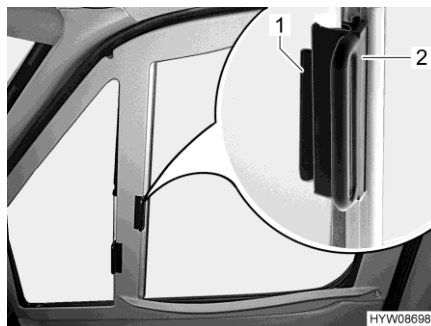

Fig. 26 Dispositif occultant plissé (fenêtre côté conducteur/passager)
- Tirer les dispositifs occultants plissés pour les fenêtres côté conducteur et côté passager par la poignée (Fig. 26,2) vers l'autre côté de la fenêtre et les rassembler au niveau de la piste magnétique.
- Pousser les dispositifs occultants plissés pour les fenêtres côté conducteur et côté passager jusqu'à la butée au niveau de la poignée (Fig. 26,2).
- Pousser la poignée (Fig. 26,2) sur la pièce de fixation (Fig. 26,1).